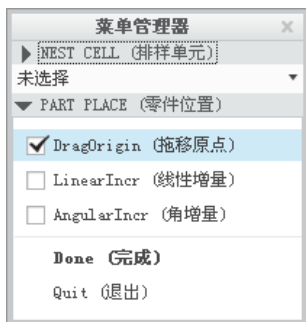

图 8.4.12 “零件位置”下拉菜单
Step2. 系统弹出 **PART PLACE (零件位置)** 菜单，如图 8.4.12 所示。接受 **PART PLACE (零件位置)** 菜单中的默认值——选中 **DragOrigin (拖移原点)** 复选框，选择 **Done (完成)** 命令，此时出现“SHEETMETAL (活动的) —元件窗口”对话框，如图 8.4.13 所示。